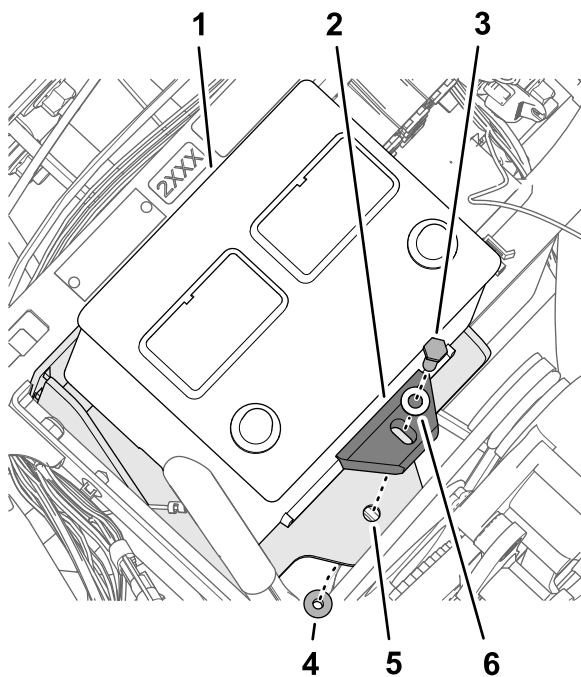

Рисунок 215
5. Установите аккумулятор на кронштейн, закрепив с помощью болта (5/16 x $1\frac{3}{4}$ дюйма), шайбы (5/16 дюйма), держателя аккумулятора и фланцевой контргайки (5/16 дюйма), как показано на Рисунок 215.